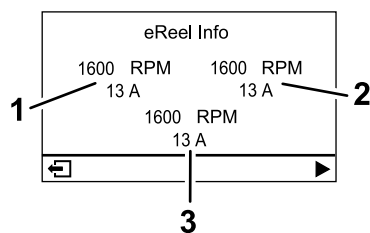

図 21
- **eリールモーター画面 図 21** 各カuttingユニットモーターの回転数と電流を表示します